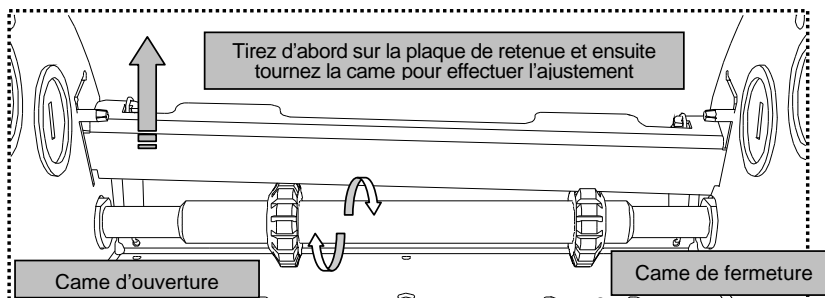

Figure 13 Réglage des comes d'interrupteurs de fin de course
2. Tirez sur la plaque de retenue sur le côté "ouverture" et tournez la came d'ouverture suffisamment jusqu'à que les limites soient activées et vous entendez les "CLICKS" – Figure 13 (deux CLICKS pour le circuit électromécanique. Seulement UN CLICKS en cas de plaquette électronique, vérifiez également si la lumière "Close Limit" est allumée sur la plaquette)
5. Tirez sur la plaque de retenue sur le côté "fermeture" et tournez la came de fermeture suffisamment jusqu'à que les limites soient activées et vous entendez les "CLICKS" – Figure 13 (deux CLICKS pour le circuit électromécanique. Seulement UN CLICKS en cas de plaquette électronique, vérifiez également si la lumière "Open Limit" est allumée sur la plaquette)